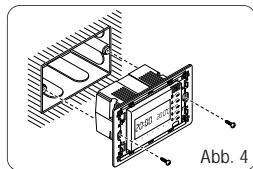

Abb. 4
- Den Modul an den UP-Kasten mit Hilfe der beiden mitgelieferten Schrauben befestigen (Abb. 4) und dabei auf den Hinweis OBEN achten.